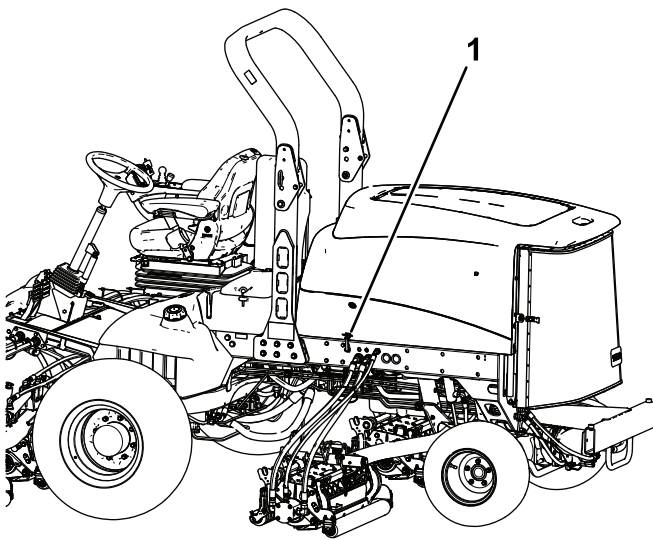

図 4
1. フードラッチブラケットからフードラッチを外す 図 4。